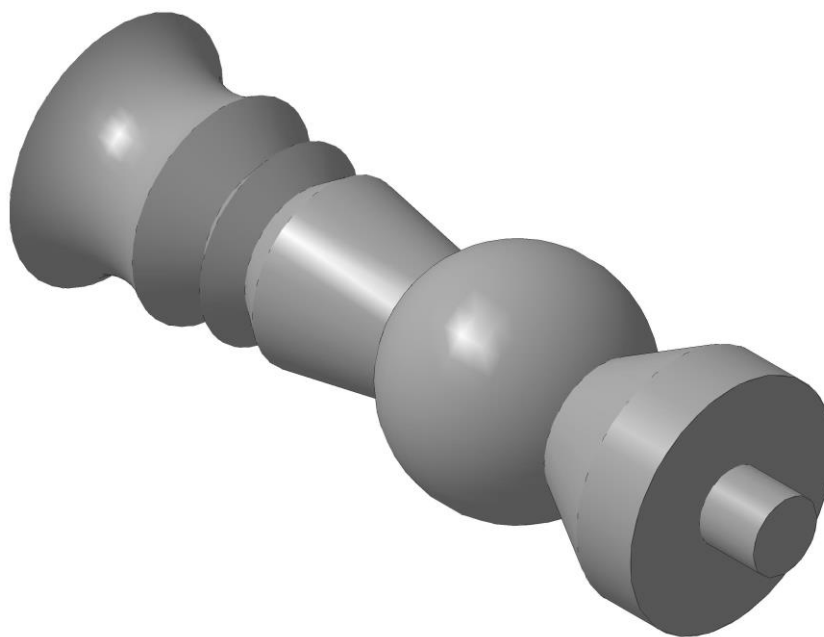

Рис. 1. Балясина
1. По указанным данным, сконструировать модель балясины (Рис.1).